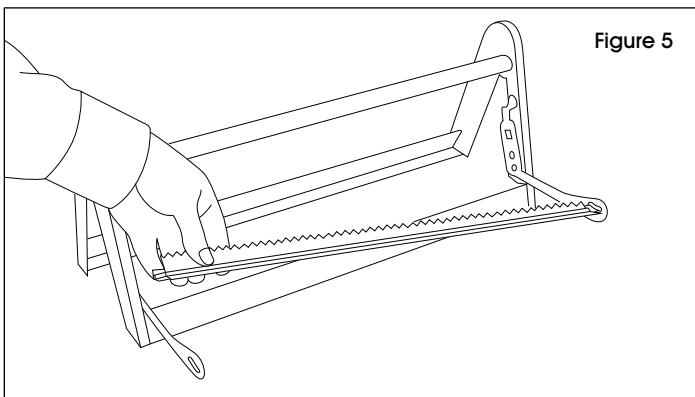

Figure 5
2. Rotate blade out of socket, reverse orientation, and reinserst. (See Figure 5)
2. Faites pivoter la lame pour la sortir du support, inversez son sens et insérez-la de nouveau. (Voir Figure 5)